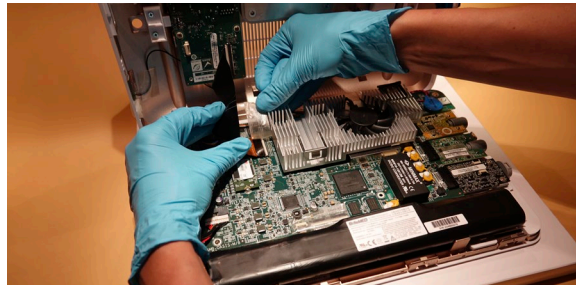

Abbildung 10 Die rückseitige Verkleidung vorsichtig öffnen und gegebenenfalls das Klebeband entfernen
i) Entfernen des Klebebands (Abbildung 10)